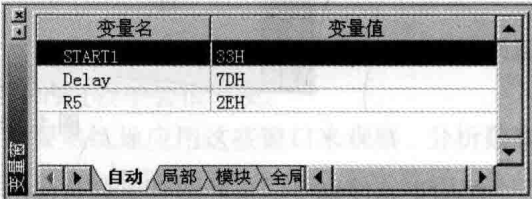

图 1.12 变量窗
(2) 在变量窗中，“全局”显示所有的全局变量；“模块”显示所有模块级变量；“局部”显示所有当前函数中的变量；“自动”自动收集当前可执行及前两行中的所有变量、寄存器、内部 RAM、外部 RAM，如图 1.12 所示。